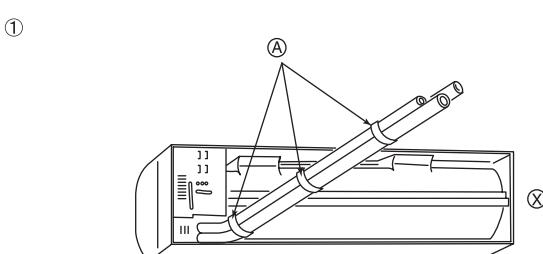

Fig. 3-4
- ① Tuberías trasera, derecha e inferior (Fig. 3-4)